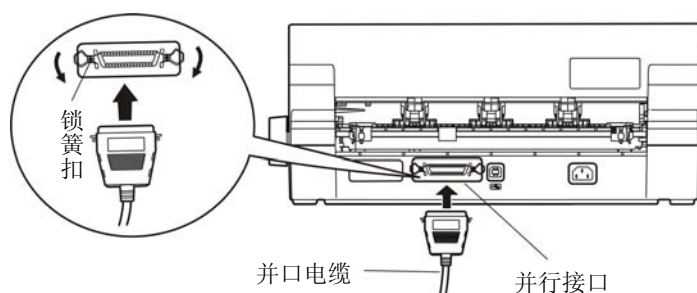
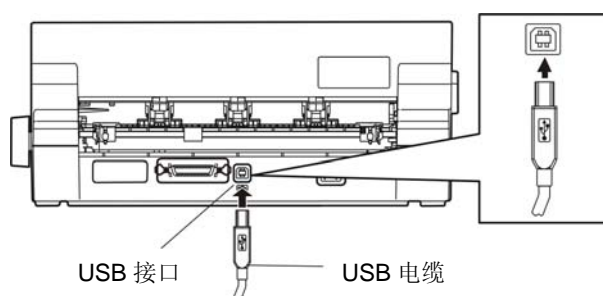
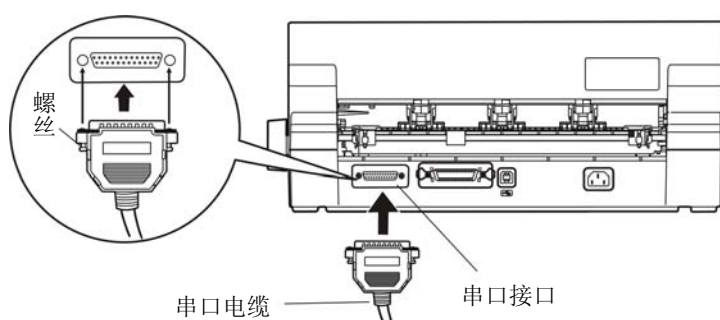
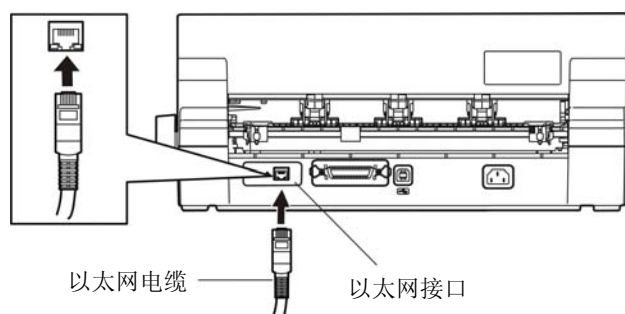

图 2-9 连接并口电缆
图 2-10 连接 USB 电缆
图 2-11 连接串口电缆
图 2-12 连接以太网电缆
本打印机可配并行接口、USB 接口、串行接口或以太网接口（产品的具体接口配置，以实物为准）。请根据需要，用相应的接口电缆把打印机与计算机相连〔如图 2-9、图 2-10、图 2-11 和图 2-12 所示〕。
1. 关闭计算机与打印机的电源，将并口电缆插头连接到打印机的并行接口，扣上连接器两侧的锁簧扣，使插头固定（如图 2-9 所示）。
1. 将 USB 电缆的 A 端插头（扁型）插进计算机的 USB 接口插座中（如图 2-10 所示）。
1. 关闭计算机与打印机的电源，将串口电缆插头连接到打印机的串行接口，拧紧两侧的螺丝，使插头固定（如图 2-11 所示）。
将以太网电缆的 RJ-45 水晶插头一端插进打印机的以太网接口插座中，另一端插头连接到局域网的接入端（如图 2-12 所示）。